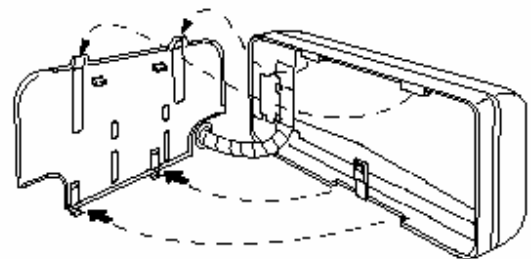

Fig. 26
- (2) Passez le câblage, le tube de réfrigérant et le tube des condensats à travers le trou. Ajustez l'unité intérieure de manière à ce qu'elle soit correctement fixée au panneau arrière. (Figure 26)